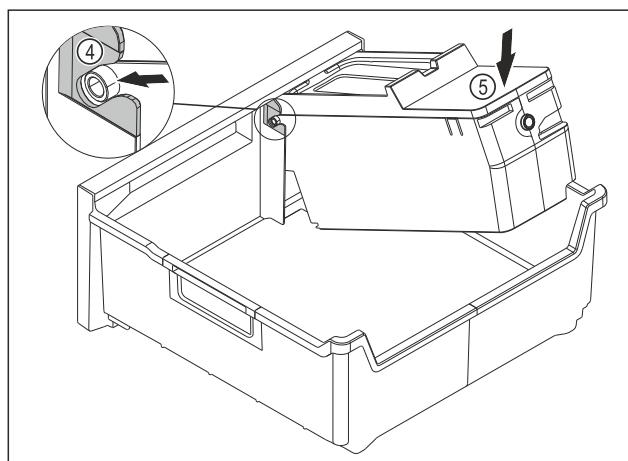

Fig. 121
- ▶ Montáž korpusu EasyTwist-Ice: Osy korpusu EasyTwist-Ice zasuňte do vedení Fig. 121 (4).
- ▶ Slačte korpus EasyTwist-Ice Fig. 121 (5) vzadu dolů.